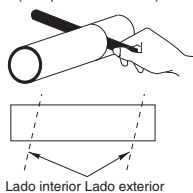

Fig. 3-36
- (5) Mida el grosor de la pared desde el borde interior al borde exterior y corte el tubo PVC con un ligero ángulo 6 mm más corto que el grosor de la pared. (Fig. 3-36)